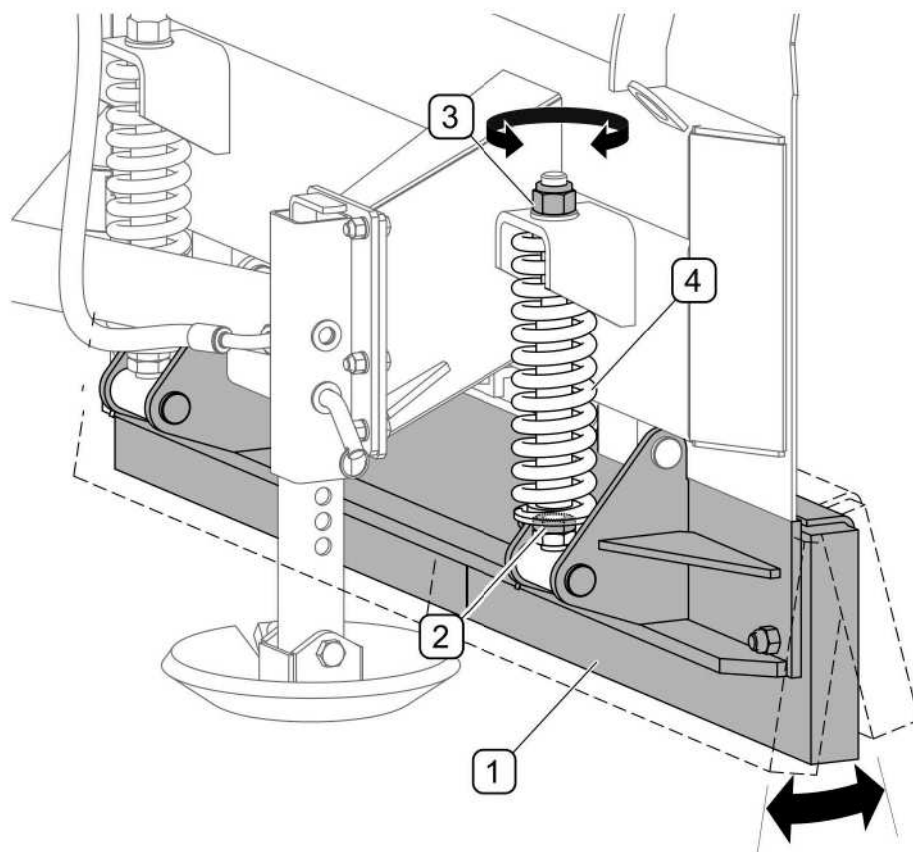

РИСУНОК 4.7 Регулирование наклона нижних кромок отвалов
Благодаря амортизирующим пружинам (4) при наезде на препятствие кромки отвалов (1) могут отклоняться назад (РИСУНОК 4.7). Регулирование угла наклона нижних кромок отвалов осуществляется при помощи гаек (3). Натяжение пружин (4) регулируется гайками (2).